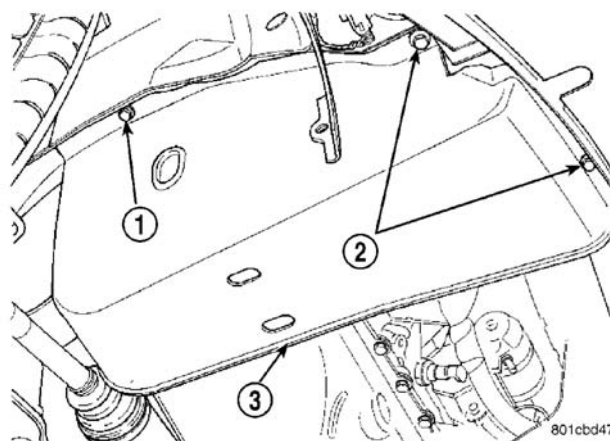
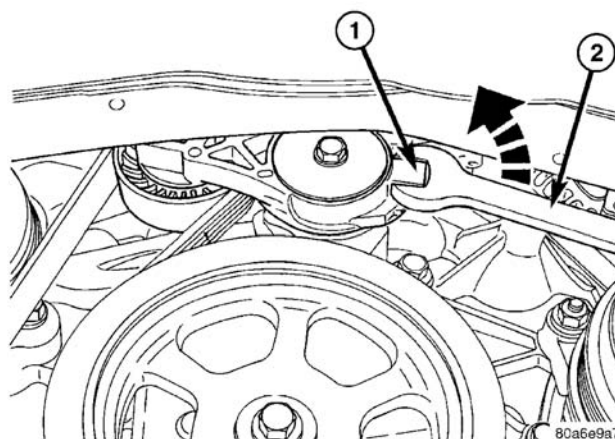

图8 附件驱动皮带护罩
图9 驱动皮带张紧力释放
- （2）卸下驱动皮带护罩（图 8）。
(4) 安装驱动皮带护罩（图 8）并放下车辆。
- (1) 用举升器举起车辆。
- (2) 卸下附件驱动皮带护罩(图8)。
(3) 将扳手放到皮带张紧器凸耳上(图9)。
(4) 以逆时针方向旋转张紧器，以释放皮带张力(图9)。
- (2) 逆时针旋转皮带张紧器直至将皮带安装到曲轴皮带轮上为止（图 9）。慢慢地释放皮带张紧器。
- (3) 验证皮带在所有的皮带轮上正确绕制并啮合。
- (4) 安装驱动皮带护罩（图 8）并放下车辆。